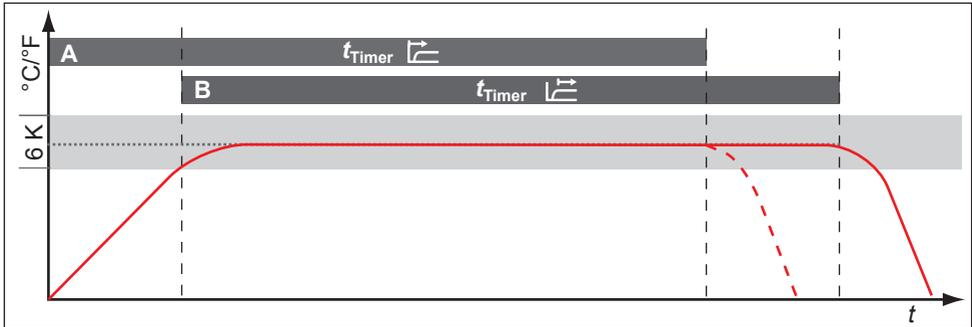

Abb. 22 Timer Mode
Hier kann eingestellt werden, ob die digitale Rückwärtsuhr mit Zielzeitangabe (Timer, siehe Seite 27) sollwertabhängig arbeiten soll oder nicht – das heißt, ob die Timerlaufzeit erst beginnen soll, wenn ein Toleranzband von ± 3 K um die Solltemperatur erreicht ist (Abb. 22, B), oder bereits unmittelbar nach dem Aktivieren des Timers (A).